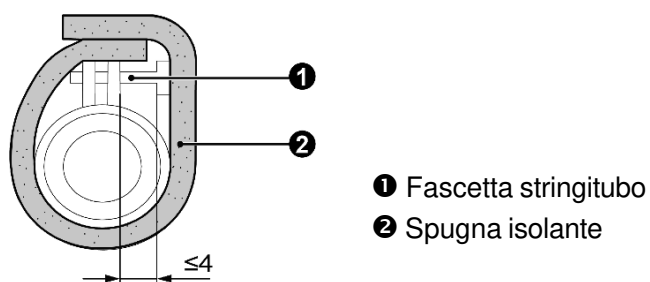
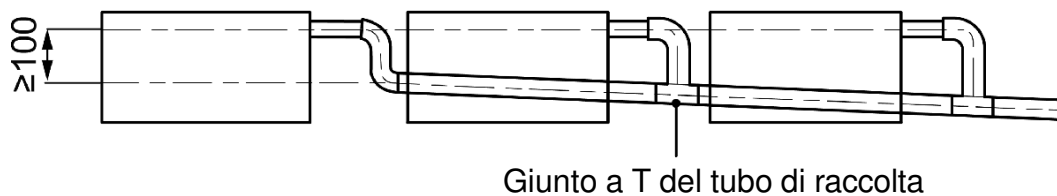

Fig. 4.9
Fig. 4.10
- (1) Inserire il tubo flessibile di scarico nel foro di scarico e fissarlo con dei nastri, come illustrato nella Fig. 4.9
- (2) Serrare la fascetta stringitubo con una distanza tra dado e flessibile inferiore a 4 mm.
- ① Fascetta stringitubo (accessorio) ② Tubo flessibile di scarico (accessorio) ③ Nastro grigio (accessorio)
- (3) Utilizzare la piastra di isolamento per sigillare fascetta stringitubo e flessibile, come illustrato nella Fig. 4.10
- ① Fascetta stringitubo (accessorio) ② Spugna isolante (accessorio)